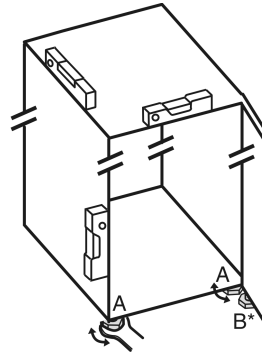

Fig. 24
- ▶ Seřizovací nožky Fig. 24 (A) vyšroubujte pomocí přiloženého vidlicového klíče a pomocí vodováhy, dokud nebude spotřebič pevně vyrovnaný.
- ▶ Seřizovací nožku Fig. 24 (B) na stojanu ložiska vytáchejte pomocí přiloženého vidlicového klíče, až dosedne na zem.
- ▶ Seřizovací nožku Fig. 24 (B) otáčejte dál o 90°.